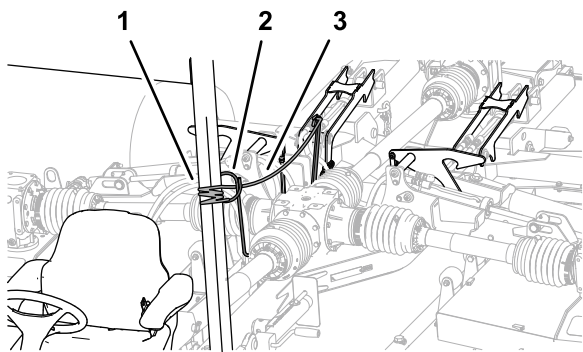

Рисунок 29
5. Потяните и удерживайте трос фиксаторов дек (Рисунок 29).